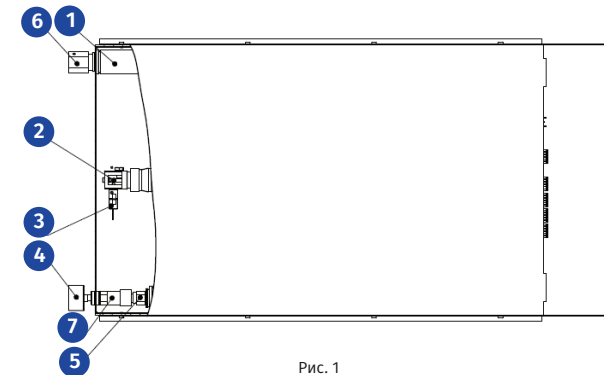

Рис. 1
**3.1** МГП-СС «Уран» состоит из герметичного стального корпуса (1), заполненного газовым ОТВ (Рис.1). На боковой части модуля расположено запорно-пусковое устройство (ЗПУ) с термочувствительной колбой (2) и электромеханическим активатором (3), обеспечивающим автоматический режим запуска МГП. Модуль оснащен манометром общетехническим (4) для контроля давления внутри резервуара, штуцером для закачки ГОТВ (5) и предохранительным клапаном (6). Для возможности проведения ежегодной проверки манометр (4) оснащен быстроразъемным соединением (7). По отдельному заказу модуль может быть оснащен электронным датчиком давления для возможности дистанционного контроля сохранности ГОТВ.